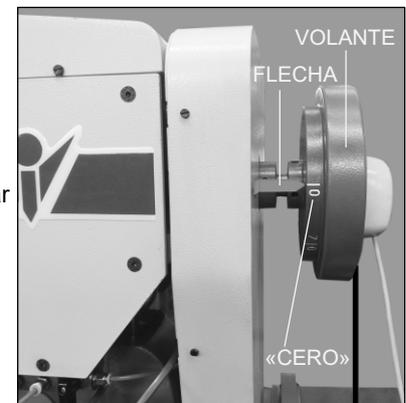

Figura 8
- ✓ Girar el volante de la máquina y poner la aguja en la posición "arriba" y la flecha de posicionamiento en el volante en la posición cero (figura 8);